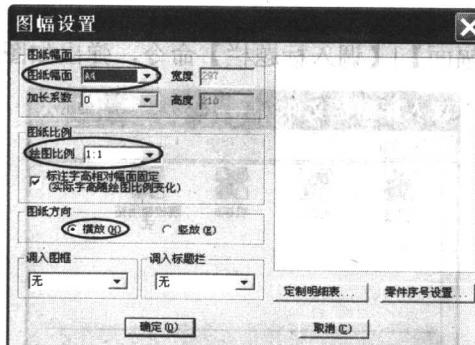

图 1.3 【图幅设置】对话框
- (1) 选择主菜单中的【幅面】|【图幅设置】命令，系统弹出如图 1.3 所示的【图幅设置】对话框。
- (2) 选择图纸幅面为 A4，绘图比例一栏中选择或输入 1：1，单击【确定】按钮，图幅设置完成。